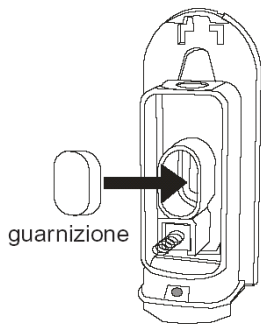

Figura 4
- Inserire la guarnizione ovale in gomma (fornita di serie) come da figura 4.